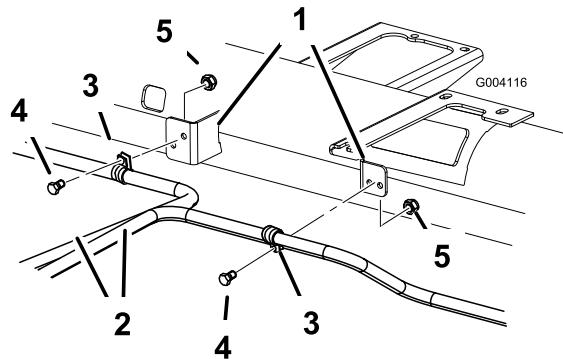

Figura 12
1. Instale las abrazaderas en R retiradas anteriormente usando 2 pernos y contratuerca para sujetar los tubos hidráulicos al bastidor de la máquina, según se muestra en Figura 12.